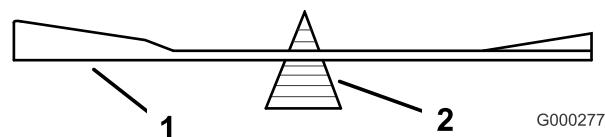
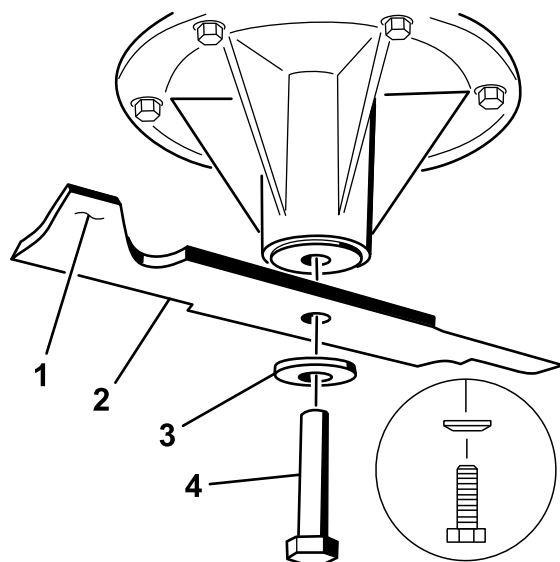

Figure 94
Figure 95
- Placez la lame sur l'axe (Figure 95).
- Installez la rondelle élastique et le boulon de la lame. Le côté bombé de la rondelle élastique doit être dirigé vers la tête du boulon (Figure 95). Serrez le boulon à un couple de 115 à 150 Nm (85 à 110 pi-lb).
- Vérifiez l'équilibre de la lame en la plaçant sur un équilibreur (Figure 94). Si la lame reste horizontale, elle est équilibrée et peut être utilisée. Si la lame est déséquilibrée, limez un peu l'extrémité de la partie relevée seulement (Figure 95). Répétez la procédure jusqu'à ce que la lame soit équilibrée.